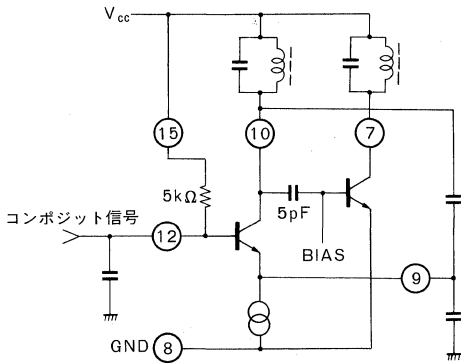

Fig. 3
2) FM 変調器部 高周波発振器は、Fig. 3 に示すようなコレクタ同調型のコルピッツ発振器です。